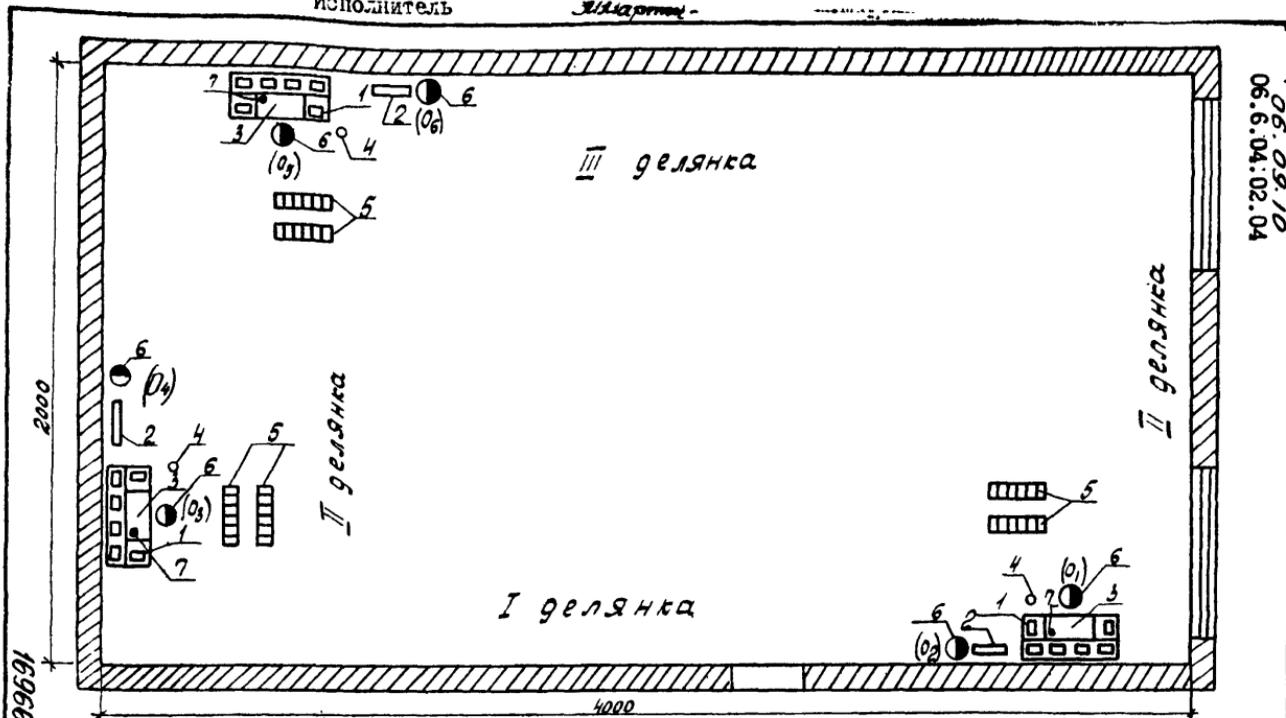

Рис.3. Схема организации работ по облицовке стен полистирольными плитками
6. Облицовка стен в помещении ведется делянками. На каждой делянке (4 метра) работает звено из двух человек (рис.3). Облицовка стен выполняется горизонтальными рядами снизу вверх. В помещении, где ведется облицовка, температура воздуха должна быть не ниже $+ 15^{\circ}$.